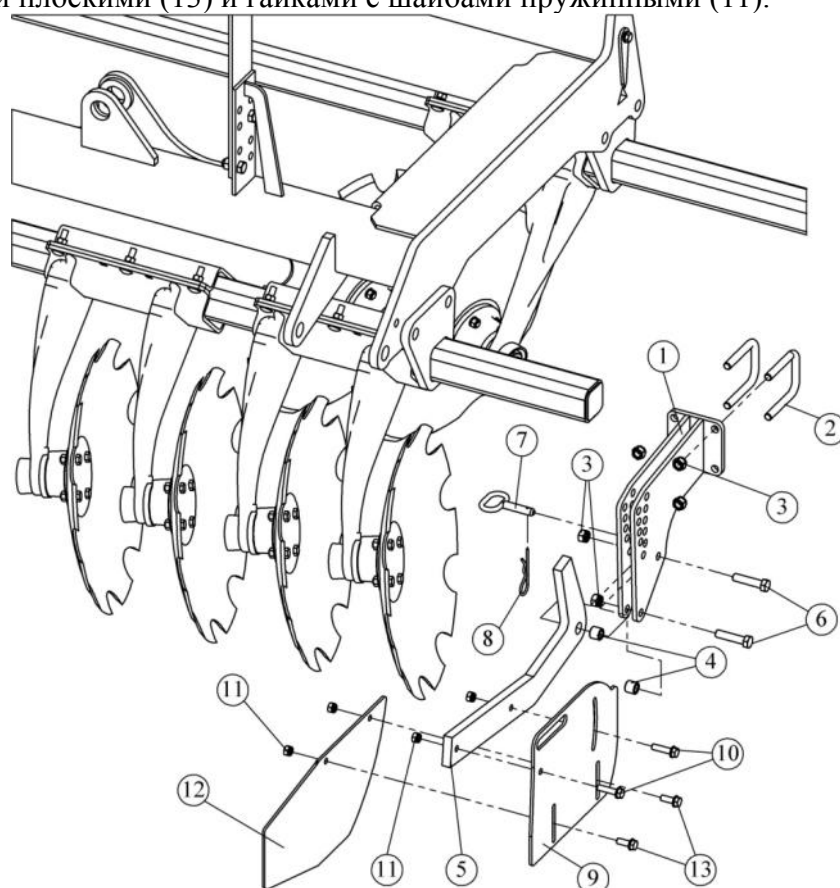

Рис. 4.8. Установка правого отбойника.
4.15. Установите кронштейн отбойника (поз. 1, см. рис. 4.8 и 4.9) на балки рабочих органов при помощи стремянок М16х80х80 (2) с гайками и шайбами пружинными (3). Установите распорные втулки (4) $\varnothing 16,5 \times \varnothing 25 \times 23$ и рычаг (5) при помощи болтов М16х70 (6) с гайками и шайбами пружинными (3), стопорный палец (7), зафиксировав его чекой (8). На рычаг установите верхнюю пластину (9) при помощи болтов М12х50 с шайбами плоскими (10) и гайками с шайбами пружинными (11), а к верхней пластине прикрепите нижнюю пластину (12) при помощи болтов М12х35 с шайбами плоскими (13) и гайками с шайбами пружинными (11).